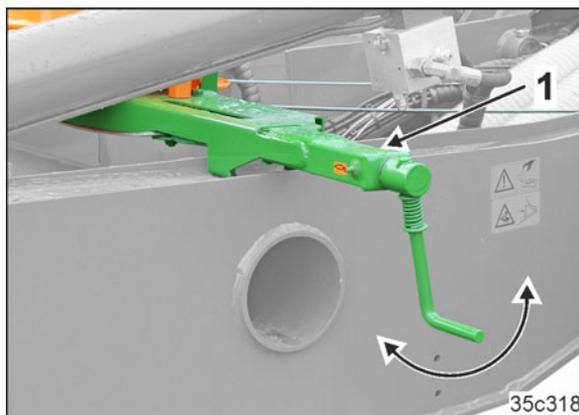

Fig. 128
2. Serrer le frein de stationnement de la machine (Fig. 128/1).